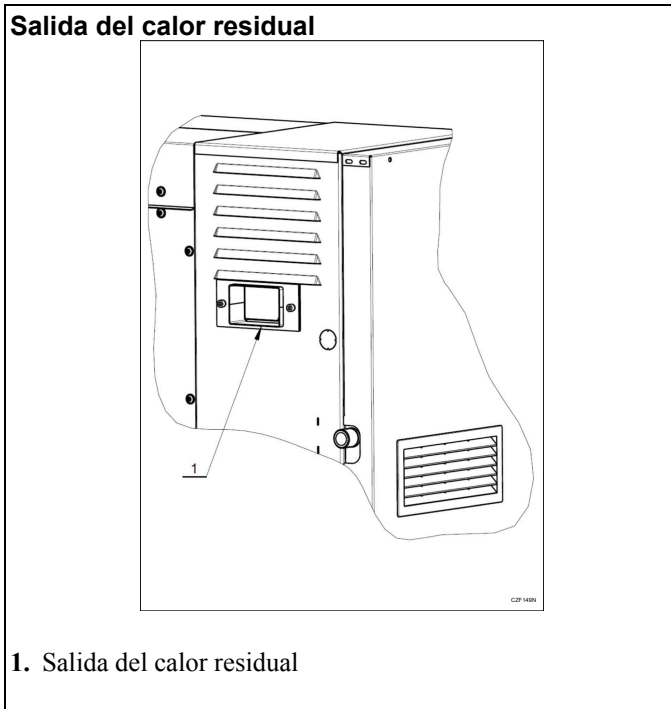

Figura 23
- En la pared posterior del soporte derecho hay una salida para el calor residual (1) - (*Figura 23*).